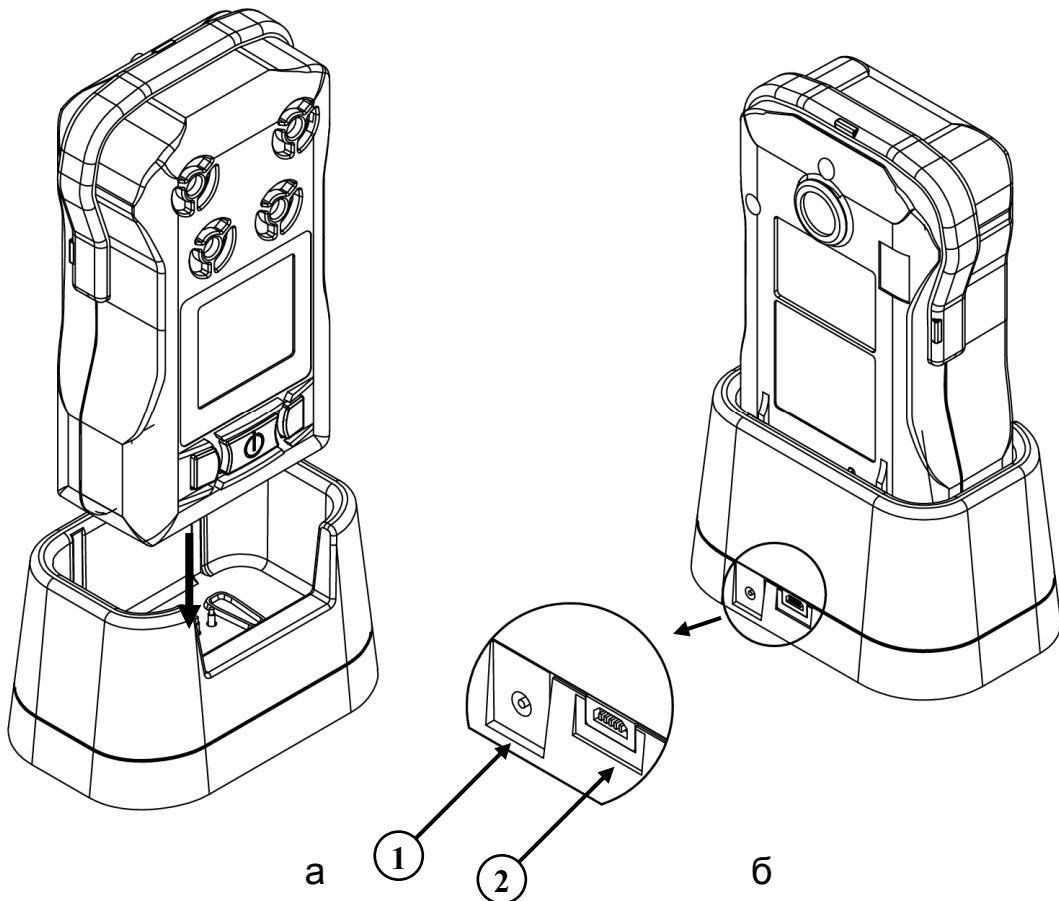

Рисунок 13. Подключение прибора к док-станции
Заряд аккумуляторной батареи прибора должен производиться вне взрывоопасной зоны при помощи док-станции (рис.13а) или автоматической зарядной станции ЗС-GS20. Для заряда к док-станции необходимо подключить зарядное устройство (разъем (1) рис.13б), плотно вставить прибор до появления короткого звукового сигнала
При подключении к персональному компьютеру (далее - ПК) прибор необходимо поместить в док-станцию и подключить USB-кабель к разъему (2) на рис.13б.